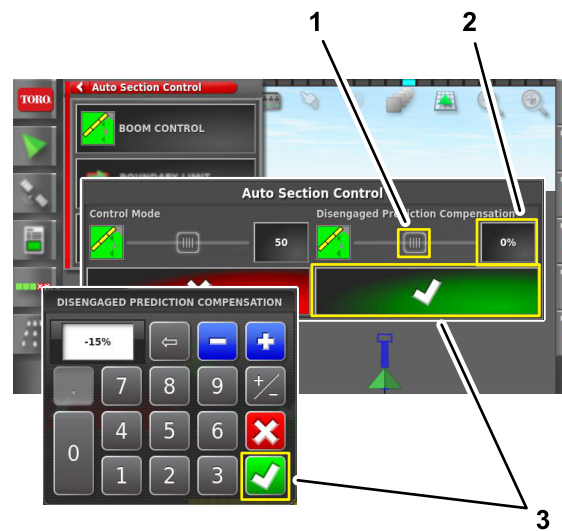

Figura 110
3. Ajuste la compensación por predicción de desactivación (Figura 110) como se indica a continuación:
- Pulse el icono VALOR; introduzca un valor positivo (+), un valor neutro (0) o un valor negativo (-) con la teclado en pantalla; y pulse el icono Confirmar (Figura 110).
- Deslice el control deslizante hacia la izquierda o hacia la derecha (Figura 110).